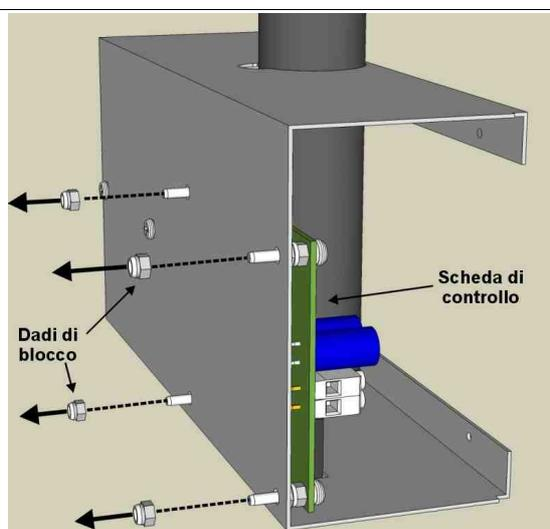
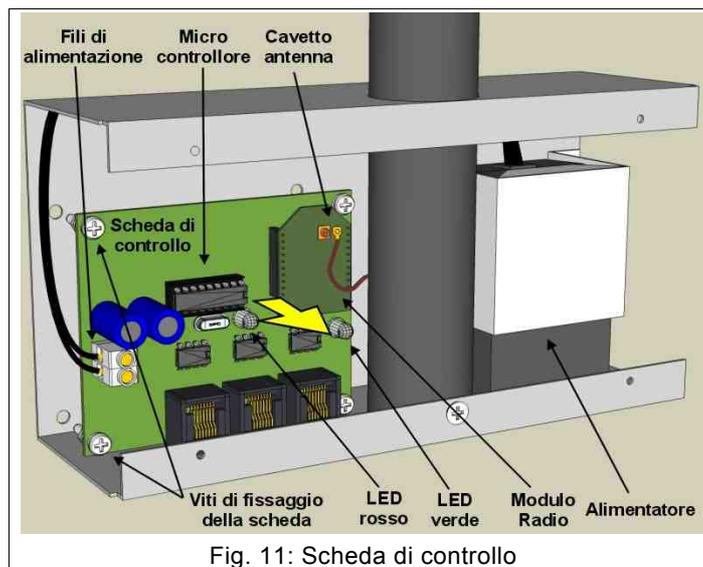
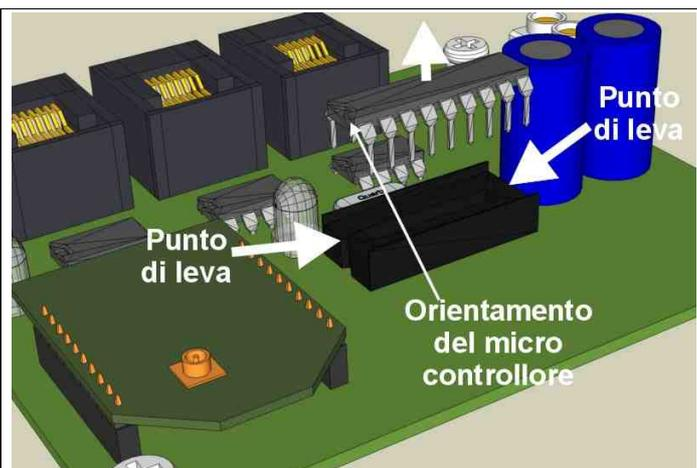

Fig. 10: Dadi di blocco della scheda di controllo
Fig. 11: Scheda di controllo
Fig. 12: Sostituzione del micro controllore
3. Estrarre il cavetto dell'antenna dal connettore sul modulo radio e quindi, con un cacciavite a taglio, svitare dai morsetti i fili di alimentazione (Fig. 11).
4. Togliere i dadi di blocco sul retro del dispositivo (Fig. 10) ed estrarre la scheda di controllo dal proprio alloggiamento (Fig. 11).
2. Individuare il micro controllore (Fig. 11) e con un piccolo cacciavite a taglio fare leva alternativamente lungo i bordi più corti per estrarlo dalla propria base (Fig. 12).
2. Scollegare i fili di alimentazione dai morsetti della scheda di controllo (Fig. 11).